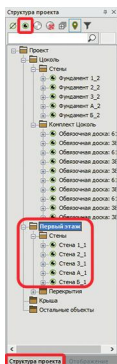
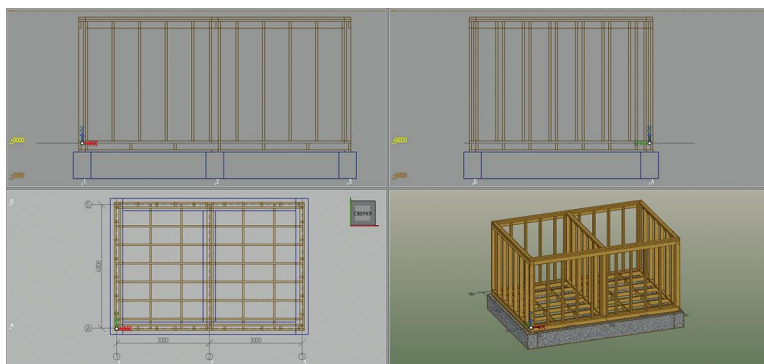

рис. 49
рис. 50
5. Для полноты картины включим стены первого этажа. Для этого на панели **Структура проекта** (слева от видовых окон программы) выберем левым щелчком мыши папку **Первый этаж** и в верхнем меню панели нажмем значок  (рис. 49). Напоминаем, работать на панели **Структура проекта** можно только тогда, когда не запущена ни одна команда. То, что вы увидите на экране после выполнения **Практических занятий 1–6**, показано на рис. 50.